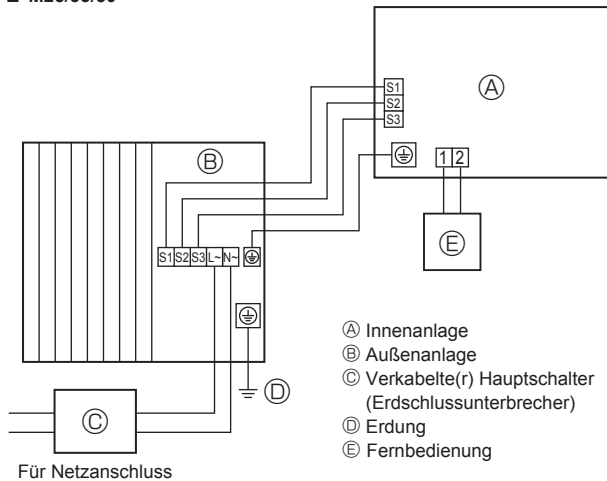
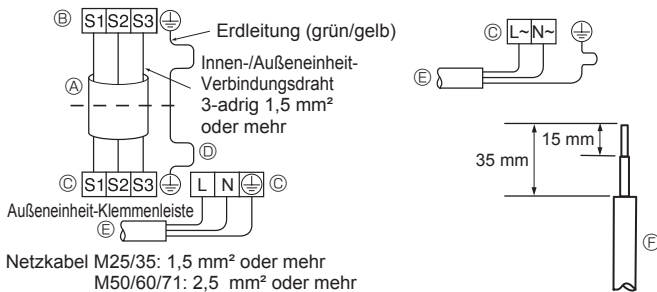
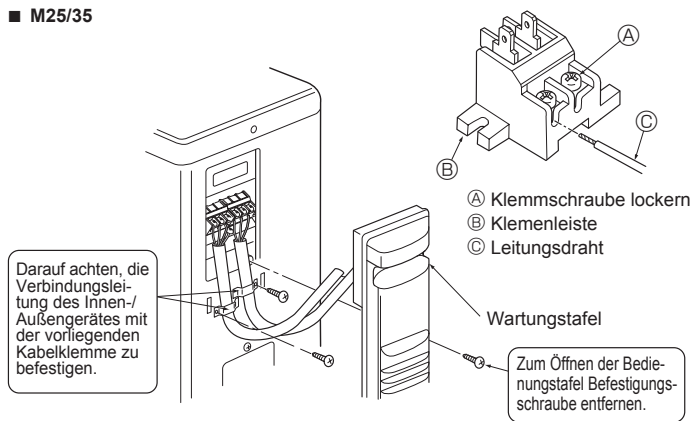

Fig. 6-1
Fig. 6-2
Fig. 6-3
6.1. Außeneinheit (Fig. 6-1, Fig. 6-2, Fig. 6-3, Fig. 6-4)
- ① Die Wartungstafel entfernen.
- ② Die Kabel wie in den Fig. 6-1, 6-2, 6-3 und 6-4 gezeigt verlegen.
- Verdrahtung wie in der Abbildung links unten dargestellt vornehmen. (Kabel ist vor Ort zu beschaffen) (Fig. 6-2)
- (A) Anschlußkabel
- (B) Innenanlage-Klemmenleiste
- (C) Außenanlage-Klemmenleiste
- (D) Achten Sie darauf, daß das Erdungskabel länger ist als die anderen, spannungsführenden Kabel.
- (E) Netzkabel für die Stromversorgung
- (F) Leitungsdraht